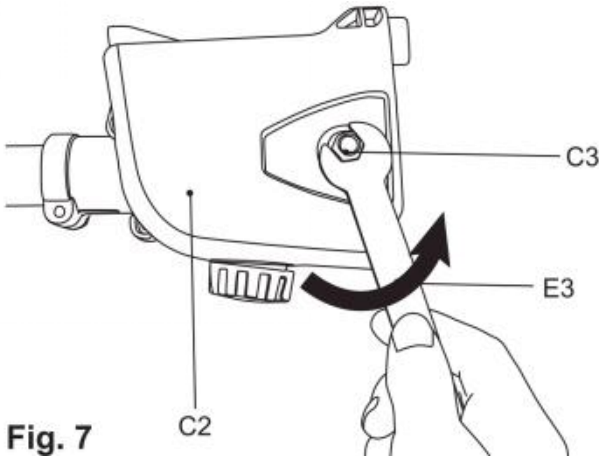

Fig. 7
- 3) Draai de borgmoer (C3) tegen de klok in los met de montagesleutel (E3) en verwijder vervolgens het zijdeksel (C2). (Afb.7)